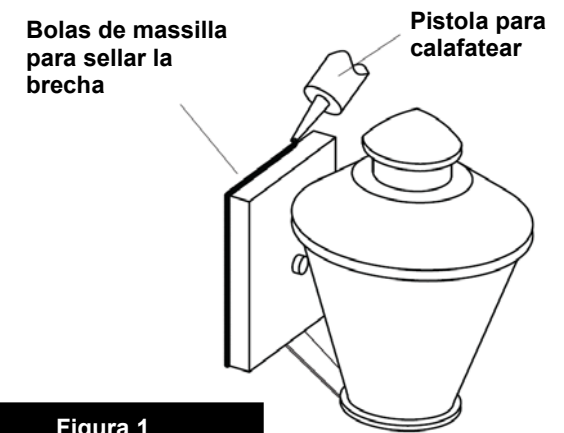

Figura 1
1. Conecte el cable de alimentación positiva (A) (normalmente negro o la cara lisa, sin marcas del cable de dos conductores) de plomo accesorio positivo (B) con un giro de tamaño adecuado en el conector – Véase la **Figura 1 y 2**.
2. Conecte el cable de alimentación negativa (C) (por lo general de color blanco o el lado marcado estriado del cable de dos conductores) de plomo accesorio negativo (D).
Para conectar a tierra en un sistema eléctrico de 3 hilos, fije el cable de tierra del artefacto (E) (generalmente de cobre o verde recubierto de plástico) a la brida de montaje accesorio (M) con el tornillo de tierra (S) – Véase la **Figura 1**.
Después de asegurar accesorio a la pared, se recomienda que la distancia entre la pared y la place de fijación puede sellare con cualquier buena massilla impermeable de calidad o sellador de silicona (No Incluido) - Vésa La Figura 1.